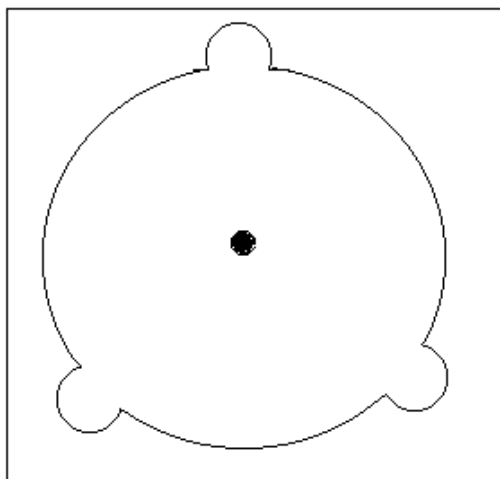

图 31
- 1) W zestawie znajduje się szablon ułatwiający prawidłowe wykonanie otworu w suficie. Przyłóż go do sufitu kierując się czerwoną kropką, która znajduje się w środku szablonu i może służyć jako punkt odniesienia (patrz Rys.31)